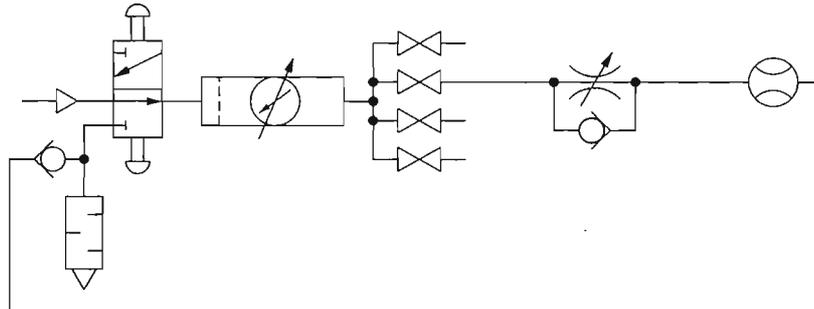

Figura 2-13. Diagrama esquemático de un circuito utilizando una válvula de control de flujo.
2. Conecte el circuito mostrado en la Figura 2-13.